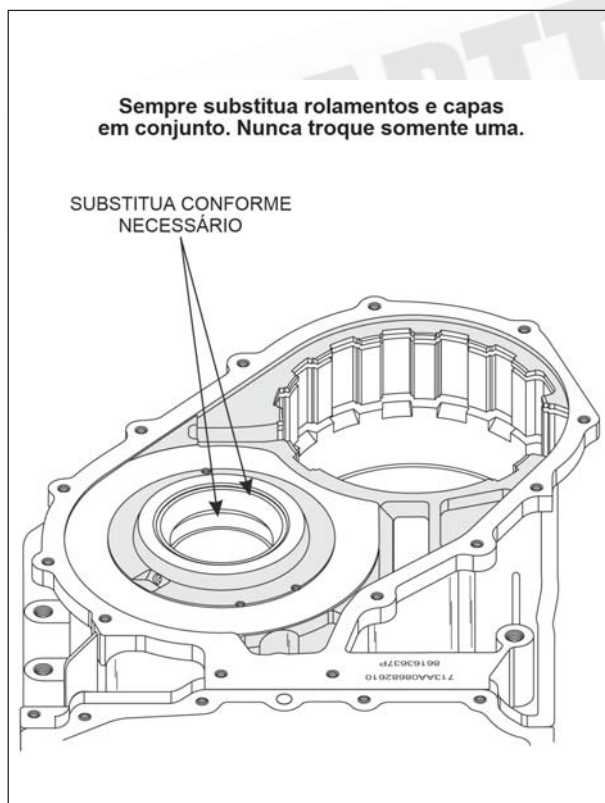

Figura 107
39. Se for necessário serviço nos rolamentos, substitua as capas dos rolamentos cônicos do carregador planetário traseiro, conforme a figura 107, utilizando a ferramenta apropriada.